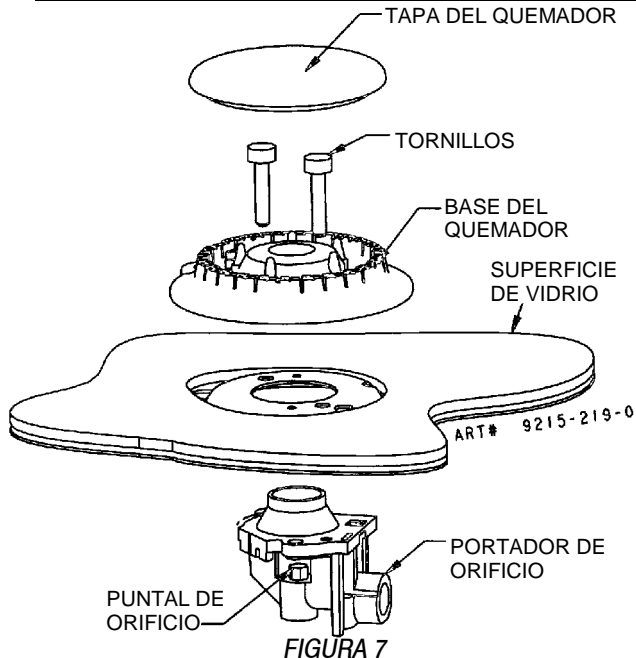

FIGURA 7
Paso 2: Quite la base del quemador sacando 2 tornillos. (Vea la figura 7.)
Paso 3: Oprima con firmeza una llave para tuercas de 9/32" (7 mm) sobre los puntales de orificio (figura 7) y afloje los puntales girándolos en sentido contrario al de las manecillas del reloj. Levante cuidadosamente la llave para tuercas de la garganta del quemador. Los puntales de orificio deben quedar adentro del hueco. Repita este paso con cada uno de los quemadores.